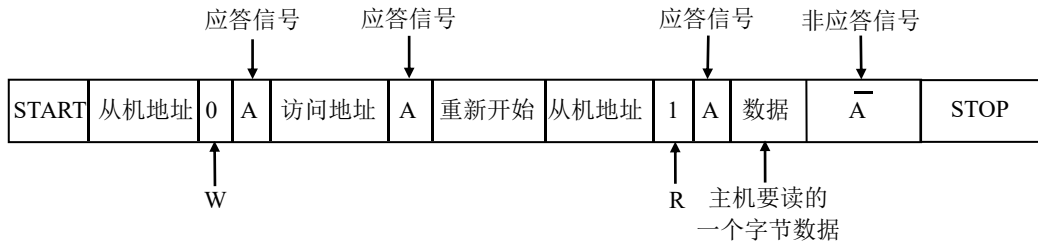

Figure 15-8 主机向从机读写数据 1 个字节数据
如 Figure 15-8 所示，主机要从从机读 1 个字节数据时，主机首先产生 START 信号，然后紧接着发送一个从机地址，注意此时该地址的第 8 位为 0，表明是向从机写命令，这时候主机等待从机的应答信号 (A)，当主机收到应答信号时，发送要访问的地址，继续等待从机的应答信号，当主机收到应答信号后，主机要改变通信模式 (主机将由发送变为接收，从机将由接收变为发送) 所以主机发送重新开始信号，然后紧接着发送一个从机地址，注意此时该地址的第 8 位为 1，表明将主机设置成接收模式开始读取数据，这时候主机等待从机的应答信号，当主机收到应答信号时，就可以接收 1 个字节的数据，当接收完成后，主机发送非应答信号，表示不在接收数据，主机进而产生停止信号，结束传送过程。